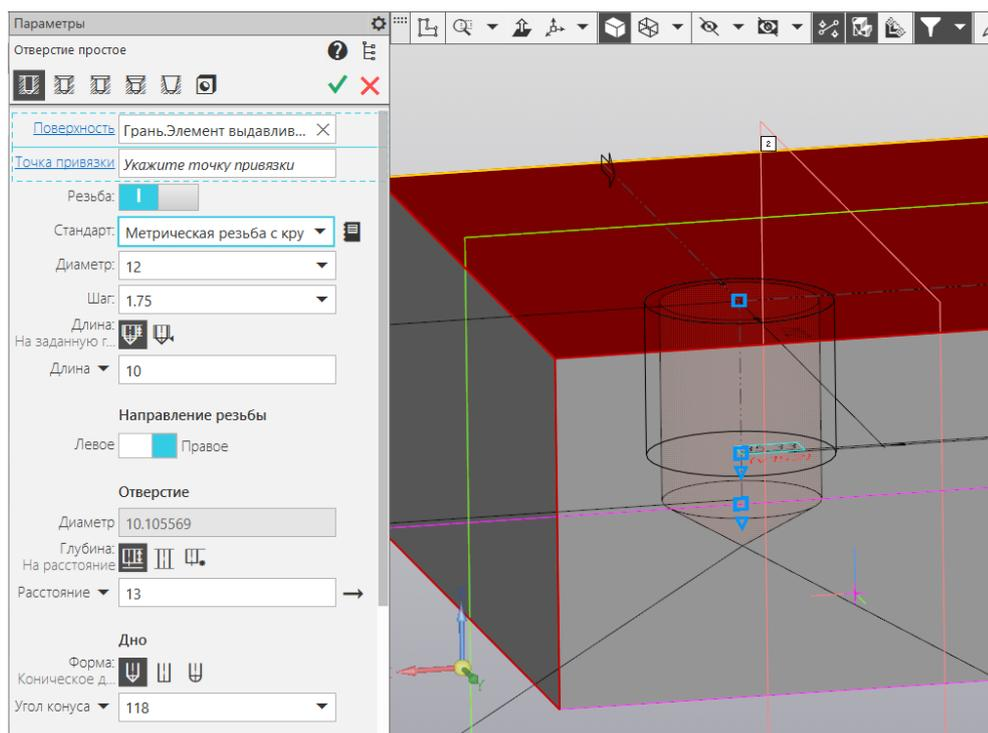

Рисунок 4.27 – Функция «Резьба»
- **Отверстие простое.** Создает круглое отверстие с возможностью задать форму торца отверстия. Менять форму торца отверстия бывает необходимо, например, чтобы показать, что отверстие будет сделано сверлением (После сверления дно отверстия конической формы). При создании круглого отверстия таким способом можно сразу нарезать резьбу в отверстии. Для этого включаем функцию «Резьба» (рисунок 4.27):